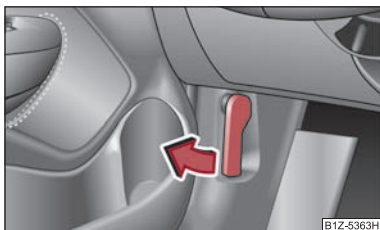

Fig. 12 Maneta de deblocare a capotei
- Trageți maneta de deblocare de sub bord, pe partea șoferului ⇒ fig. 12. ■